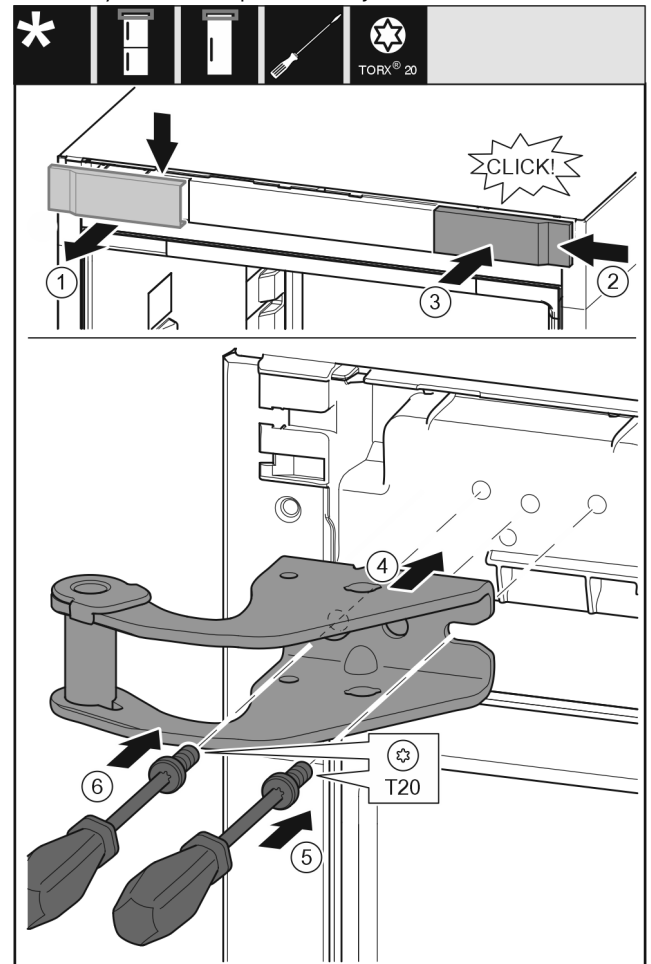

Fig. 14
- ▶ Retire la tapa desde la parte superior hacia el frente. Fig. 14 (1)
- ▶ Enganche por la derecha la cubierta girada 180° en el otro lado. Fig. 14 (2)
- ▶ Encaje la cubierta. Fig. 14 (3)
- ▶ Coloque el soporte de cojinete superior. Fig. 14 (4)
- ▶ Coloque y apriete el tornillo con el destornillador T20. Fig. 14 (5)
- Coloque y apriete el tornillo con el destornillador T20. *Fig. 14 (6)*